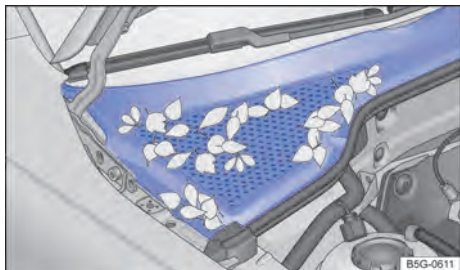

Fig. 217 Entre o compartimento do motor e o para-brisas: caixa de água (representação esquemática).
- A caixa coletora de água está localizada no compartimento do motor, entre o para-brisa e o motor e sob uma cobertura perfurada → Fig. 217. O ar ambiente é sugado da caixa coletora de água para o interior do veículo por meio do sistema de aquecimento e ventilação ou do ar-condicionado.